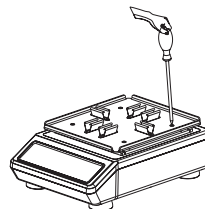
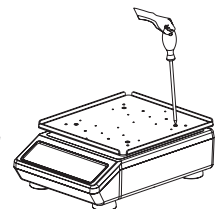

Abb. 1
Abb. 2
1. Lösen Sie die Schrauben der Schwingplatte mit einem Kreuzschraubendreher (Abb. 1) und ersetzen Sie die Standardschwingplatte durch die große Plattform (Abb. 2).